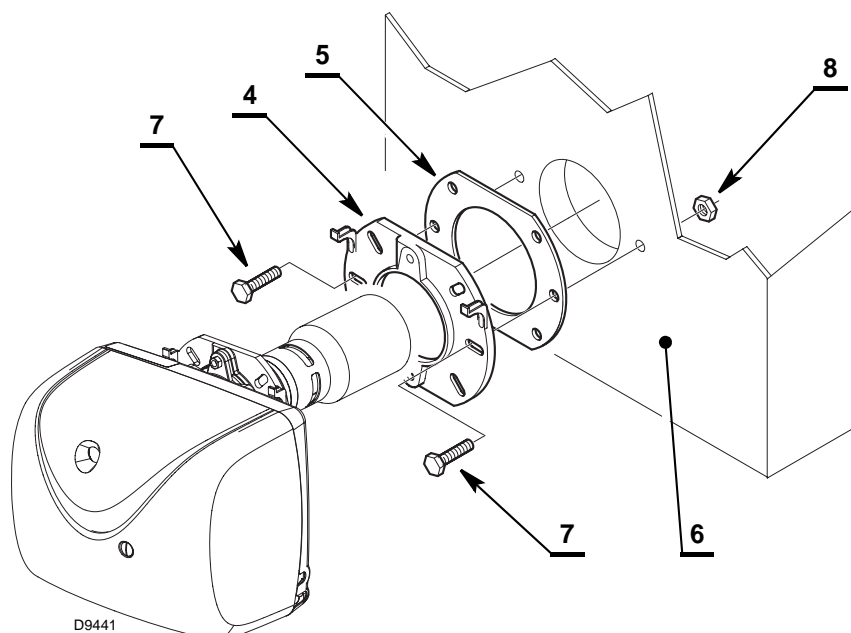

Fig. 7
- Fissare alla portina della caldaia 6) (Fig. 7) la flangia 4) interponendo lo schermo isolante 5), mediante le viti 7) e (se necessario) i dadi 8).